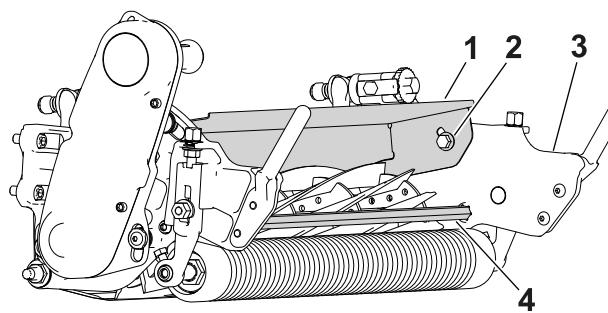

図 17
1. シールド図 17をカッティングユニットに固定しているねじをゆるめる。